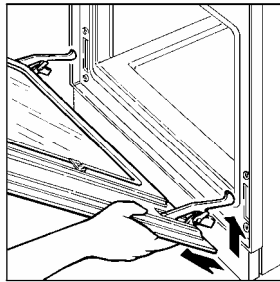

Abb. 14
- Die Tür leicht anheben und abziehen (Abb. 14);